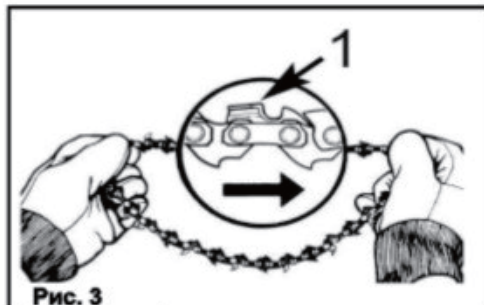

Рис. 3
- Растяните цепь так, чтобы режущие зубья были направлены по часовой стрелке к вращению (Рис.3);